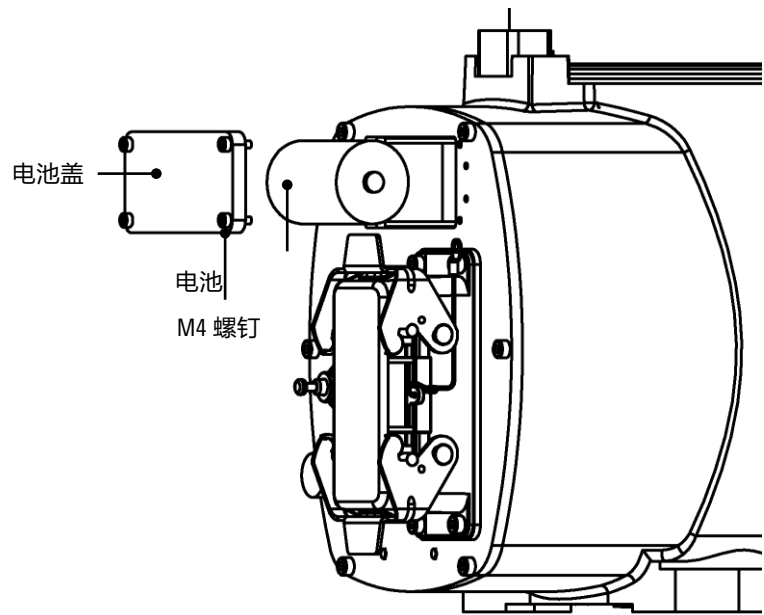

图 13-4 更换电池示意图
3. 拆卸操作机电器安装板上的电池盖，如图 13-4 所示。